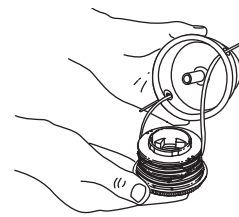

Fig. 21
3. Inserte los extremos de la línea de corte del nuevo carrete interior dentro de los ojallillos de la bobina exterior (Fig. 21). Coloque el nuevo carrete interior con la flecha hacia arriba dentro de la bobina exterior.